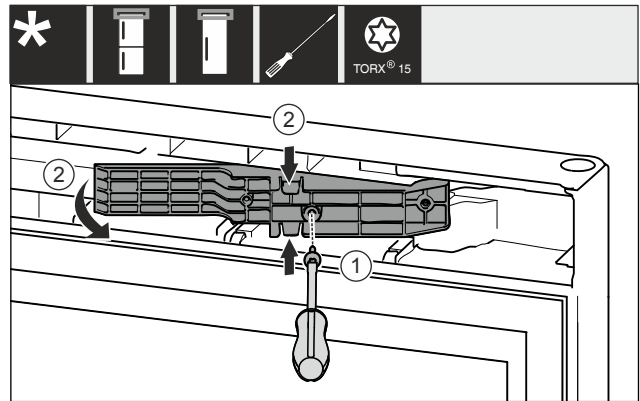

Fig. 12 *
- Allentare le viti con il cacciavite T15. *Fig. 12 (1)**
- Estrarre l'adattatore. *Fig. 12 (2)**